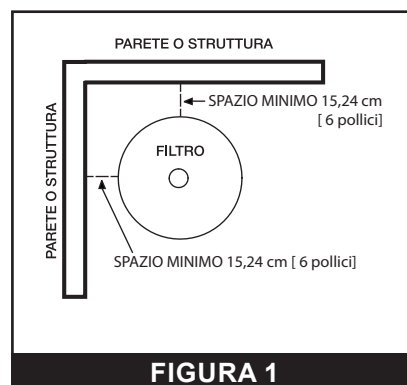

FIGURA 1
5. Lasciare uno spazio sufficiente intorno al filtro per consentire l'ispezione regolare della tensione e del posizionamento dei morsetti del filtro. Si consulti **FIGURA 1**.